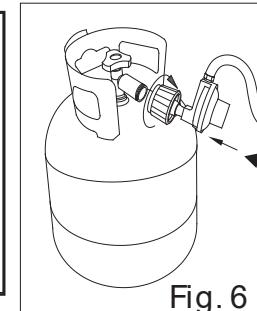

Fig. 6
3) Connectez le régulateur à la bouteille comme dans la fig. 6. Assurez-vous qu'il n'y a pas de fuites ni de dommages (veuillez consulter la section « Contrôle de fuites » à la page 18 et les consignes de sécurité à la page 5).